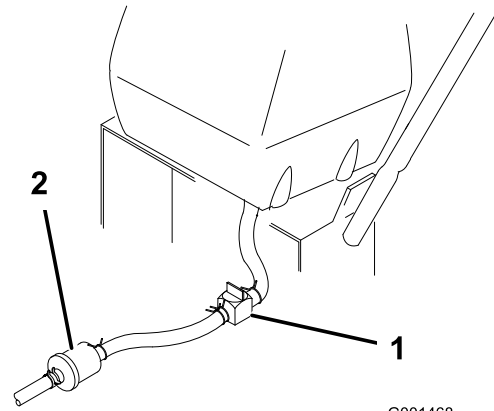

Figura 31
2. Cierre la válvula de cierre de combustible del depósito de combustible (Figura 31).
3. Apriete los extremos de la abrazadera y deslícela por el tubo alejándola del filtro (Figura 31).
4. Retire el tubo de combustible del filtro (Figura 31). Abra la válvula de cierre del combustible y deje que la gasolina se drene en un recipiente.
3. Cierre la válvula de cierre de combustible del depósito de combustible (Figura 31).
7. Abra la válvula de cierre de combustible del depósito de combustible (Figura 31).